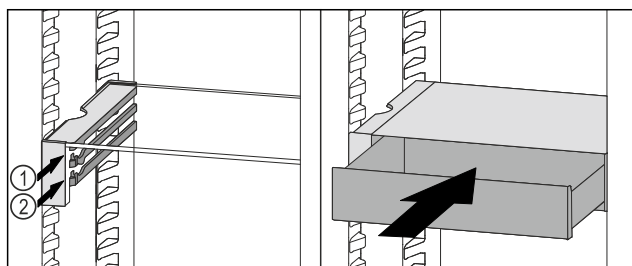

Fig. 96
- ▶ Założyć szufladę VarioSafe za stoperami na wybranych żebrach Fig. 96 (1) lub Fig. 96 (2).